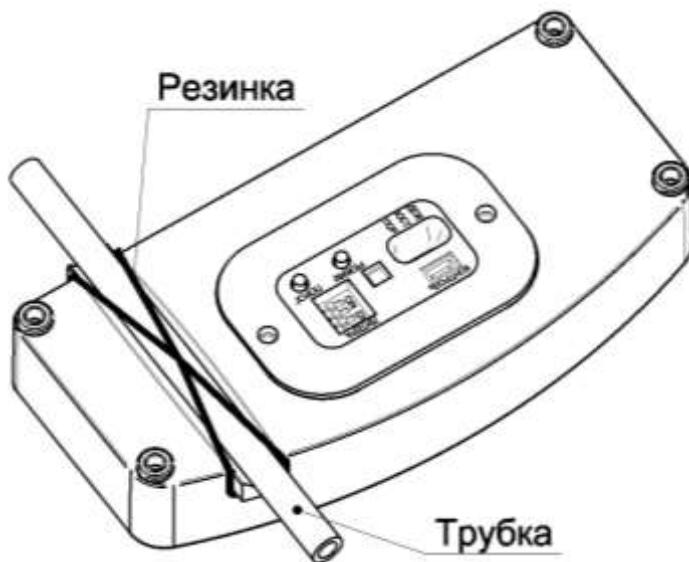

Рисунок 2.5
*Примечание – Для удобства юстировки вложите в треугольный вырез трубку например, от одноразовой шариковой ручки и закрепите её, используя резиновое кольцо и выступы крышки (см. рисунок 2.5).*